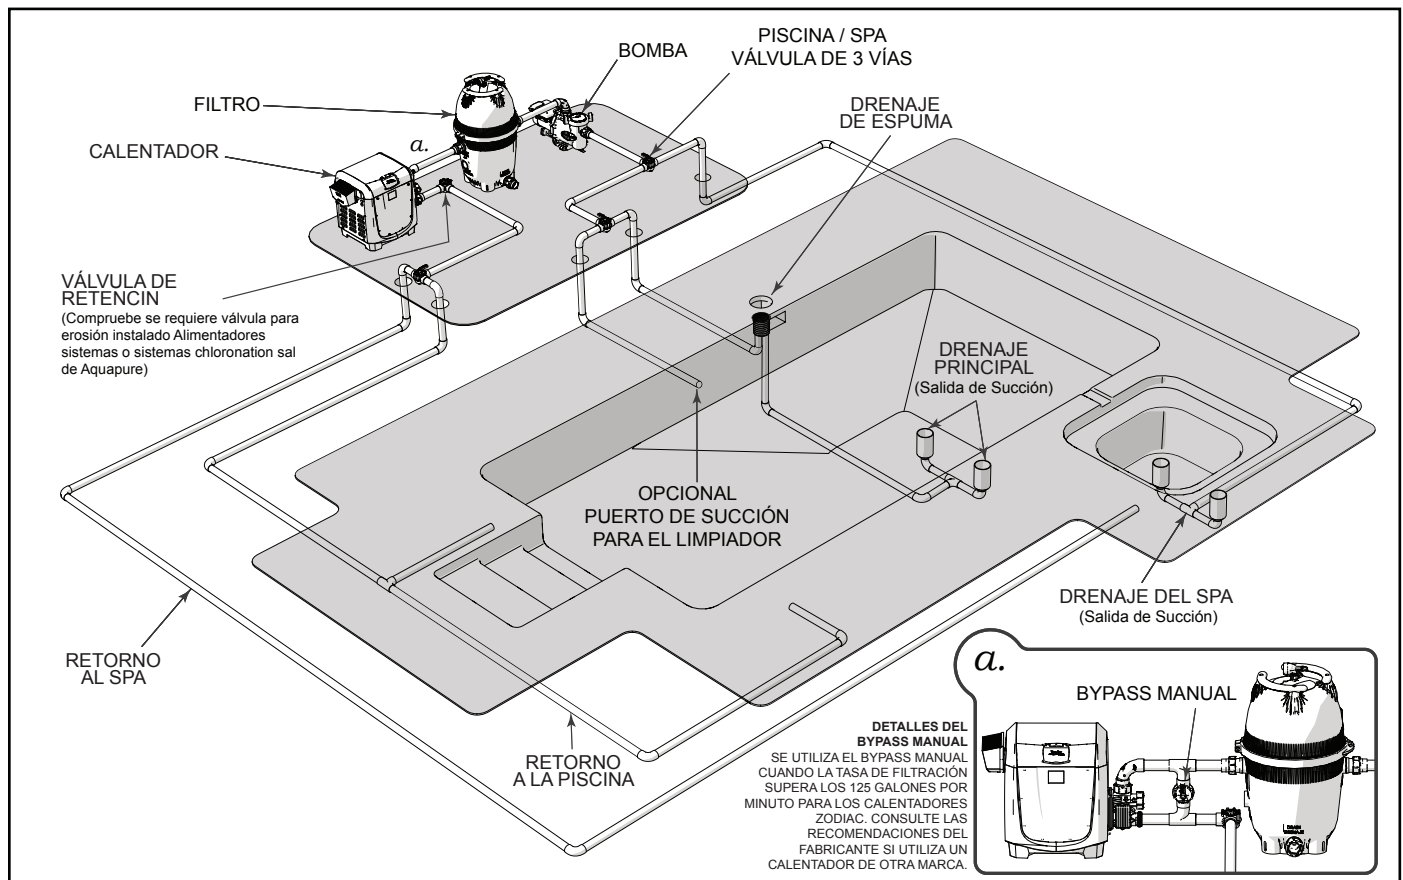

Figura 2. Instalación típica de tubería
- El sistema debe estar construido para incluir al menos dos (2) bocas de succión (drenajes) conectadas a la bomba siempre que la bomba esté funcionando. Sin embargo, si dos bocas de succión llegan a una sola línea de succión, esta línea de succión individual puede ser equipada con una válvula que cierre las dos bocas de succión. El sistema deberá ser construido de tal manera que no permita el cierre por separado o independiente (aislamiento) de cada uno de los drenajes. Véase "Figura 2. Instalación típica de tubería".
- **Aditamentos** - Aditamentos de restricción de flujo. Para obtener la mejor eficiencia posible utilizar la menor cantidad de aditamentos (pero por lo menos dos (2) bocas de succión).